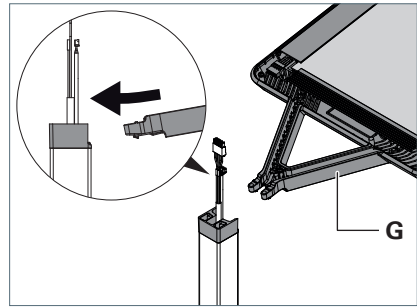

Fig. 3: Leuchtenkopf montieren.
- Stecken Sie den Tragarm **G** des Leuchtenkopfs leicht nach unten gekippt bis zum Anschlag in den Adapter, siehe Fig. 3.